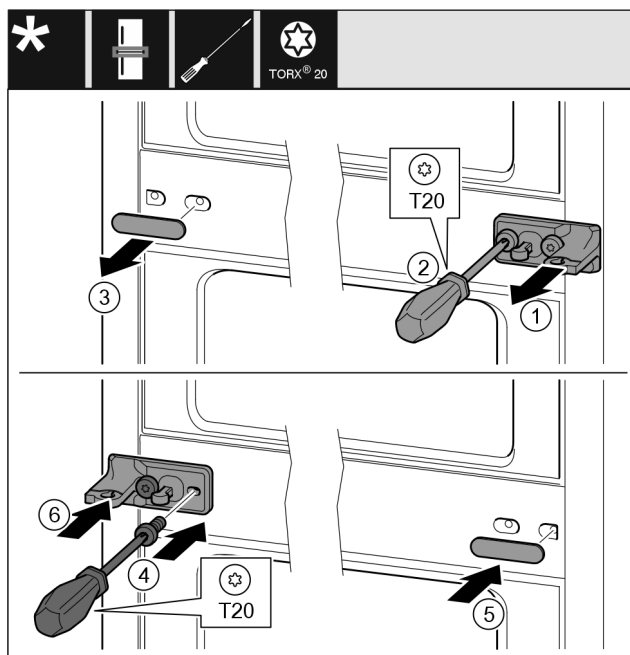

Fig. 13
- ▶ Húzza le az alátétet Fig. 13 (1).
- ▶ Tekerje ki a csavarokat Fig. 13 (2) csavarhúzóval.
- ▶ Óvatosan húzza le a fedelet Fig. 13 (3).
- ▶ Csavarozza fel szilárdan, 180°-kal elfordítva a csapágybakot a fóliával Fig. 13 (4) a másik oldalra.
- ▶ Szerelje fel a fedelet Fig. 13 (5) 180°-kal elfordítva a másik oldalra.
- ▶ Tolja fel az alátétet Fig. 13 (6) előlről.